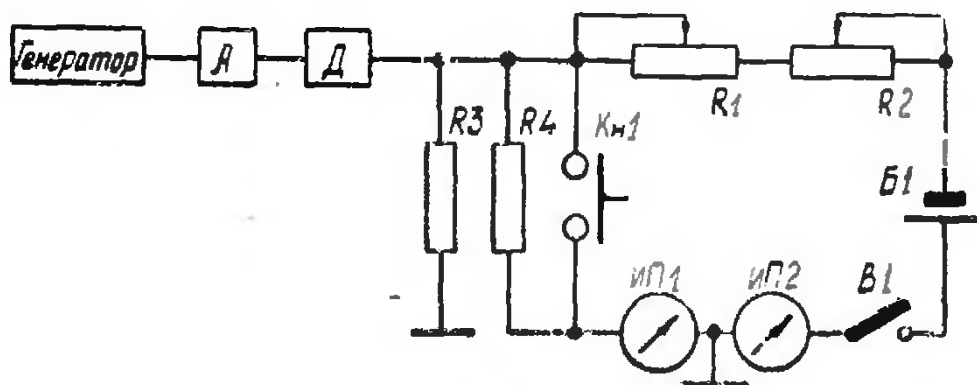

Рис. 3.
8. 5. Кратковременная нестабильность выходной мощности проверяется на любой частоте диапазона по схеме, представленной на рис. 3.